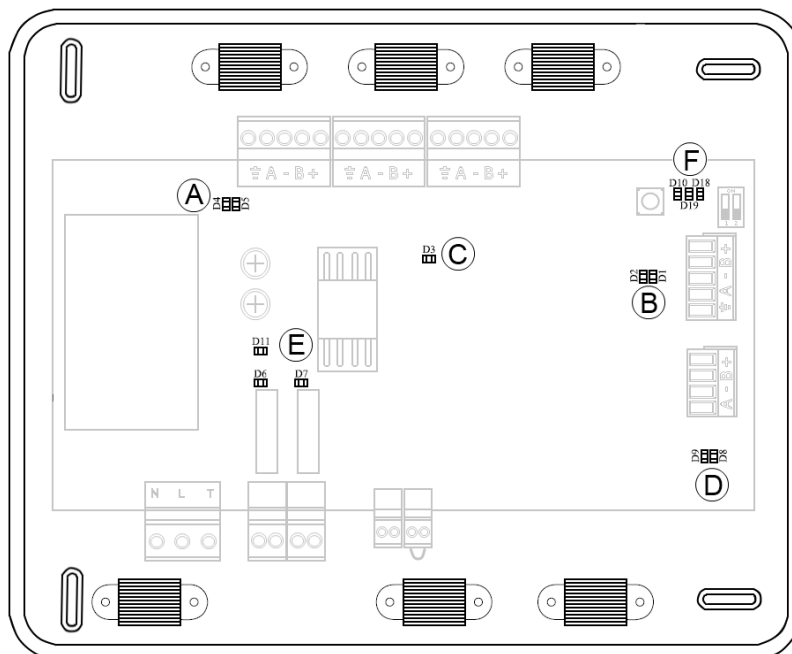

Fig. 93
Existe la posibilidad de hacer el autodiagnóstico del sistema mediante el LED de Autodiagnóstico D2 (B) que se ilumina en rojo (Fig. 93).